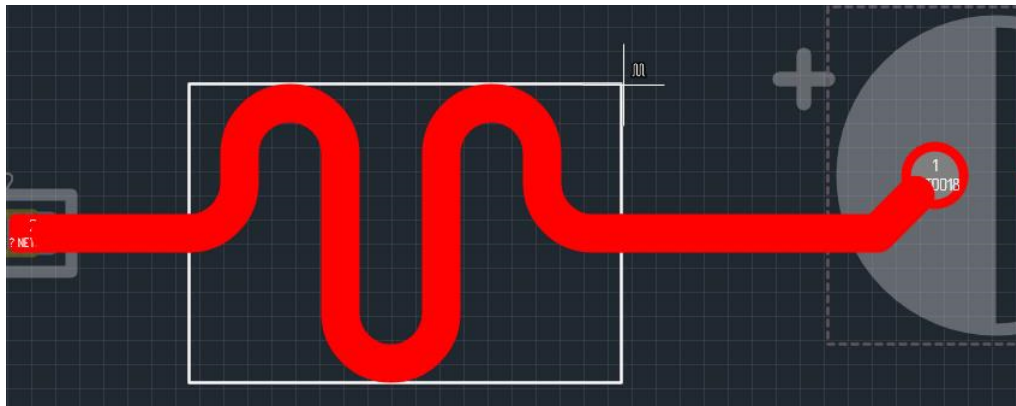

Рис. 269 Область размещения меандра
3. Переместите курсор, формируя область размещения меандра, которая обозначается прямоугольником с белыми линиями, см. Рис. 269. При перемещении курсора отображается эскиз меандра.